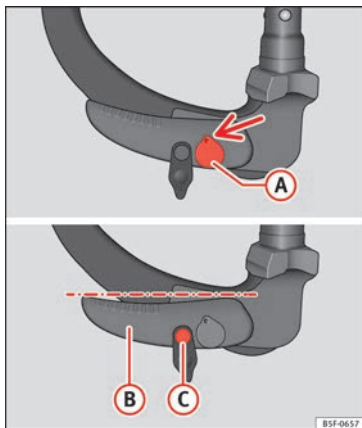

Fig. 216 Posición de reserva: posición de la palanca y el perno de desbloqueo
- La llave **(A)** » **fig. 216** se encuentra en la posición desbloqueada (la parte agujereada de la llave se muestra hacia arriba).
- La palanca **(B)** » **fig. 216** se encuentra en la posición inferior.
- Se puede mover el perno de desbloqueo **(C)** » **fig. 216**.